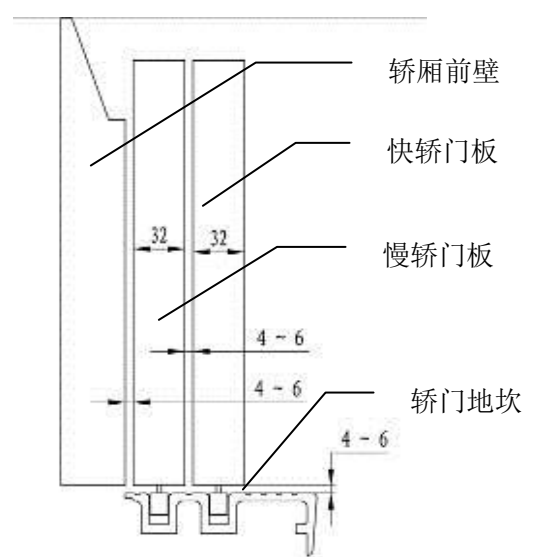
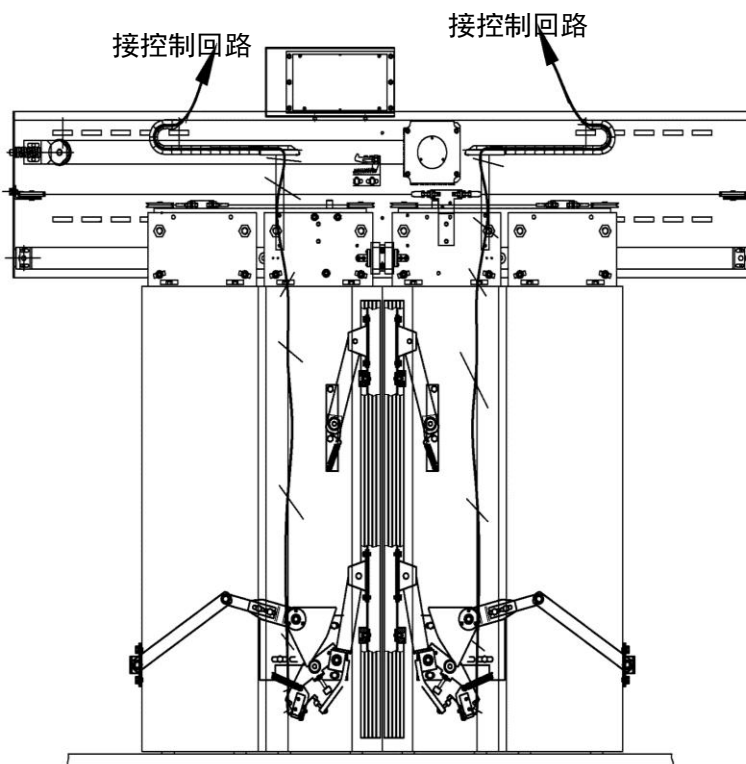

图 2-8 轿门装配侧视图
图 2-12 安全触板走线
慢轿门板之间的间隙为 4-6mm(两边间隙相差不大于 1mm);见图 2-8 轿门装配侧视图和图 2-12 轿门装配俯视图。
1. 电缆线在轿门上用倒拉式扎带扎紧, 并沿着坦克链支架, 穿过坦克链, 连接到轿顶接线盒安全回路上。其中并用倒拉式扎带扎紧; 按图 2-12 安全触板走线